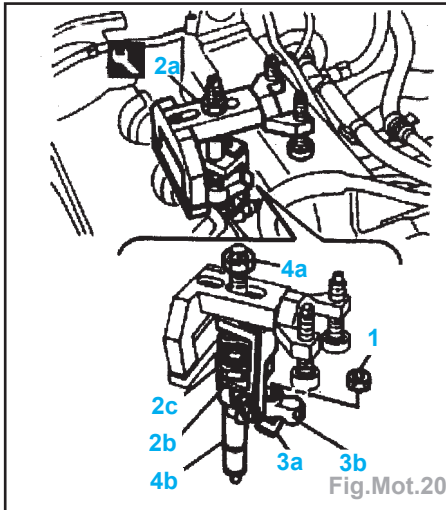

Fig.Mot.20
- Mettre en place (Fig.Mot.20).